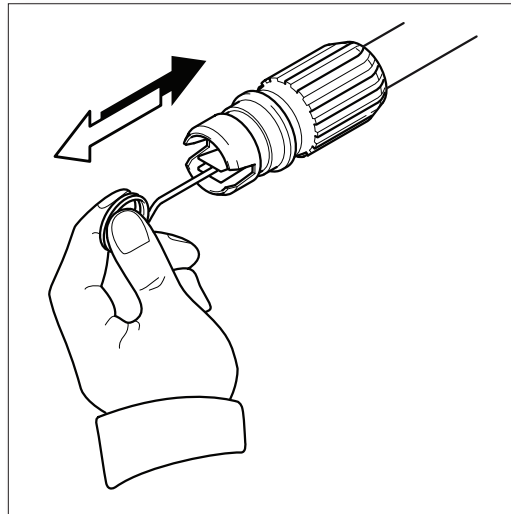

Fig. 23
- Con la punta de la boquilla de limpieza prestados (o un clip desplegado), inserte el cable en el orificio de la boquilla y mueva hacia atrás y hacia adelante hasta que los residuos se ha salido **(Fig. 23)**. Volver /dejar correr el agua a través de la boquilla de manguera de jardín y de la más alta presión disponible (ya sea estándar boquilla de agua o utilice el pulgar encima de la boquilla para crear presión de agua para lavar).